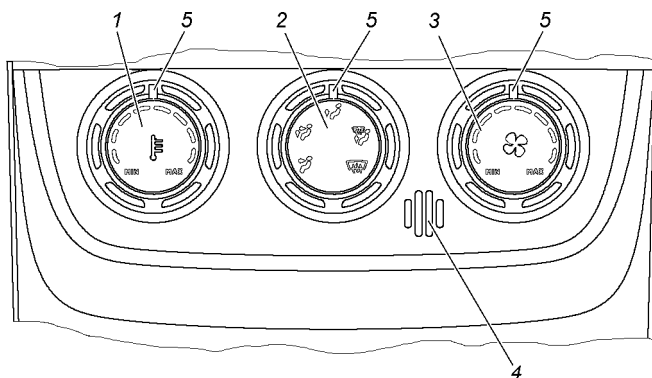

Рис. 3.13. Пульт управления отопителем:
Пульт (см. рис. 3.13) предназначен для поддержания заданной водителем по личным ощущениям температуры воздуха в салоне и выполняет следующие функции:
Рукоятка 1 (см. рис. 3.13) управляет моторредуктором (МР) заслонки подмешивания, в результате чего регулируется температура воздуха на выходе КУ (режим «Ручной») / задает температуру воздуха в салоне (режим «АУТО»). Текущее положение переключателя отображается посредством маркера 5 на подвижной части рукоятки.
Рукоятка 2 (см. рис. 3.13) управляет распределением потоков воздуха (управляет моторредуктором передней и задней заслонок отопителя). Текущее положение переключателя отображается посредством маркера 5 на подвижной части рукоятки.
При работе отопителя салона в любом из режимов обдува допускается незначительное наличие воздушного потока в направлениях, отличающихся от выбранного режима, указанного на пиктограмме рукоятки 2 (рис. 3.13).
Рукоятка 3 (см. рис. 3.13) управляет скоростью вращения вентилятора КУ. Текущее положение переключателя отображается посредством маркера 5 на подвижной части рукоятки.
В этом режиме пульт переводит заслонку воздухораспределения в положение «На стекло», заслонку подмешивания в положение, соответствующее 8-мой позиции переключателя 1 (см. рис. 3.13). Вращение вентилятора КУ при этом происходит со скоростью, соответствующей 8-мой позиции переключателя 3. В данном режиме работы пульт не реагирует на изменения положений поворотных переключателей.
В этом режиме пульт осуществляет управление заслонкой подмешивания так, что выставленная поворотным переключателем 1 (см. рис. 3.13) температура поддерживается автоматически при заданной вручную (поворотным переключателем 3) скорости вращения вентилятора КУ и ручным управлением (поворотным переключателем 2) распределением потоков воздуха.
**ВНИМАНИЕ!** При длительной работе кондиционера на холостом ходу двигателя и при движении в тяжелых условиях с нагрузкой на двигатель близкой к максимальной, с целью исключения перегрева двигателя, возможны частые отключения компрессора кондиционера со снижением эффективности охлаждения салона. Для повышения эффективности работы кондиционера при данных условиях эксплуатации рекомендуется увеличить скорость вращения вентилятора климатической установки поворотом переключателя 3 (рис. 3.13) и установить минимальную температуру воздуха поворотом переключателя 1.